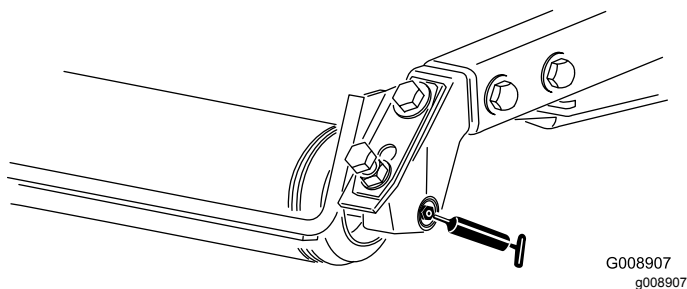

Figura 56
- Rolamentos do cilindro traseiro (2 por cada unidade de corte) (Figura 56)